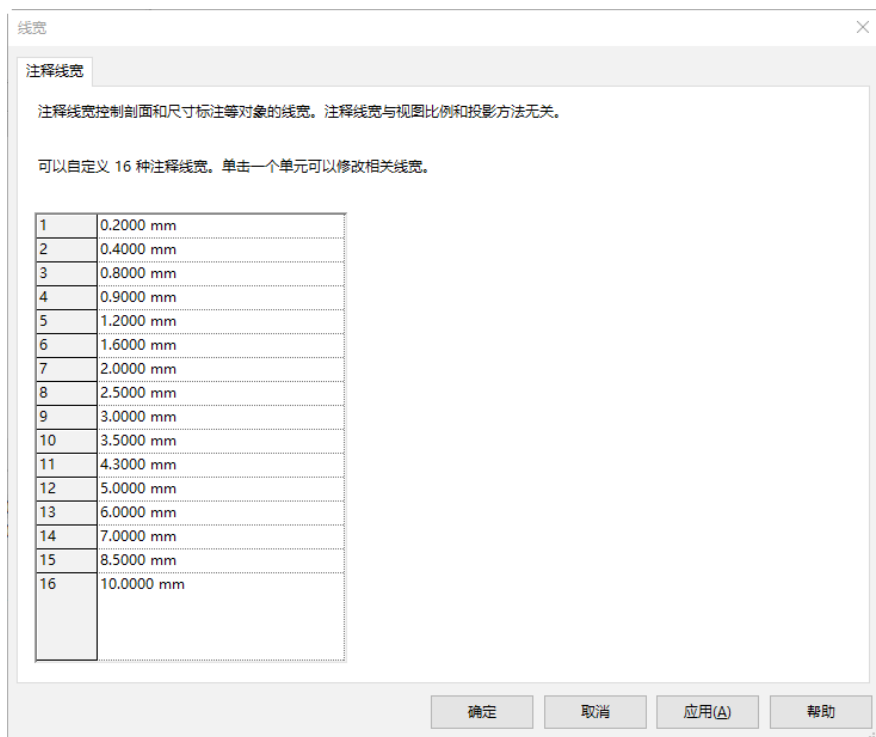

图 3-26 “线宽”对话框
(3) 单击“管理”选项卡“设置”面板“其他设置” 下拉菜单中的“线宽”按钮, 打开“线宽”对话框, 分别设置 1 号线线宽为 0.2mm, 2 号线线宽为 0.4mm, 3 号线线宽为 0.8mm, 其他采用默认设置, 如图 3-26 所示。单击“确定”按钮, 完成线宽设置。